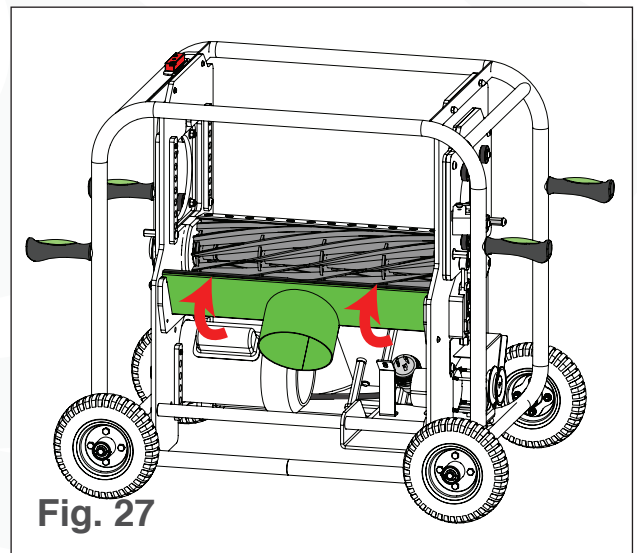

Fig. 27
4. Rode o manto de aspiração inferior para cima $\frac{1}{4}$ para limpar a lâmina (ver Fig. 27).